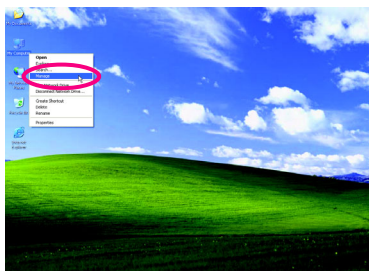
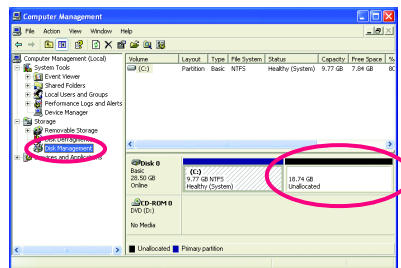

図 4
図 5
4. オペレーティングシステムのインストール後、デスクトップのマイコンピュータアイコンを右クリックし、**管理**を選択します (図 4)。**コンピュータ管理**に移動して、ディスクの割り当てをチェックします。Xpress Recovery2 はバックアップファイルを割り当てられていないスペースに保存します (上の黒いストライプ) (図 5)。割り当てられていないスペースが不十分だと、Xpress Recovery2 はバックアップファイルを保存できません。